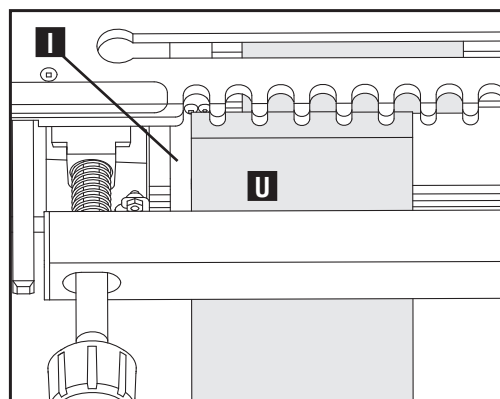

Fig. F11
9. Mueva la guía de borde izquierda plateada (I) Fig. F11 hacia la derecha para que quede alineada con el borde izquierdo de la tabla con cola vertical (U). Ajuste la guía.